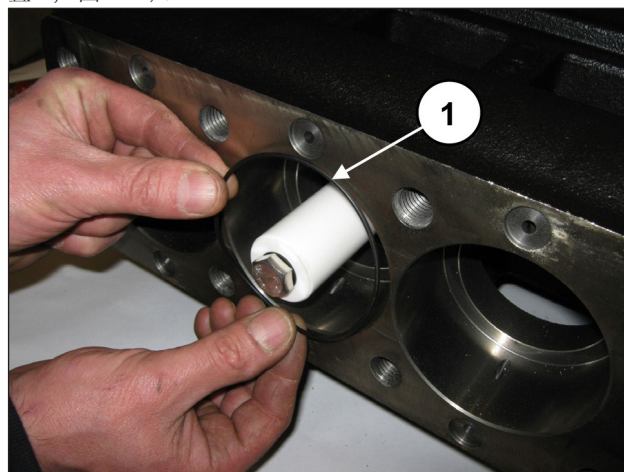
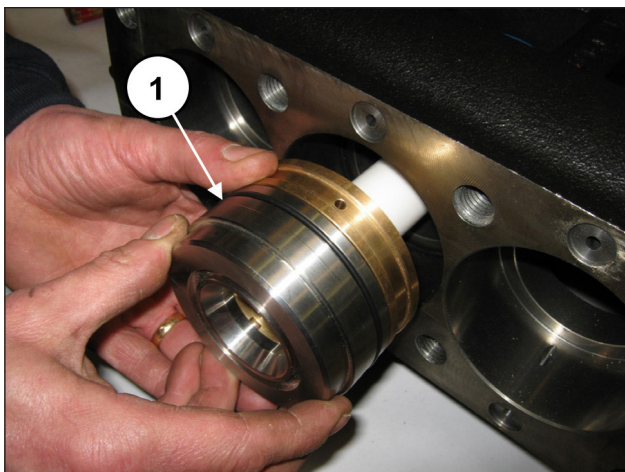

图 186
图 187
将O形圈插入泵壳内（位置①，图 186），然后将事先组装的缸套/密封圈底座（连同O形圈）单元插入，直至到底（位置①，图 187）。